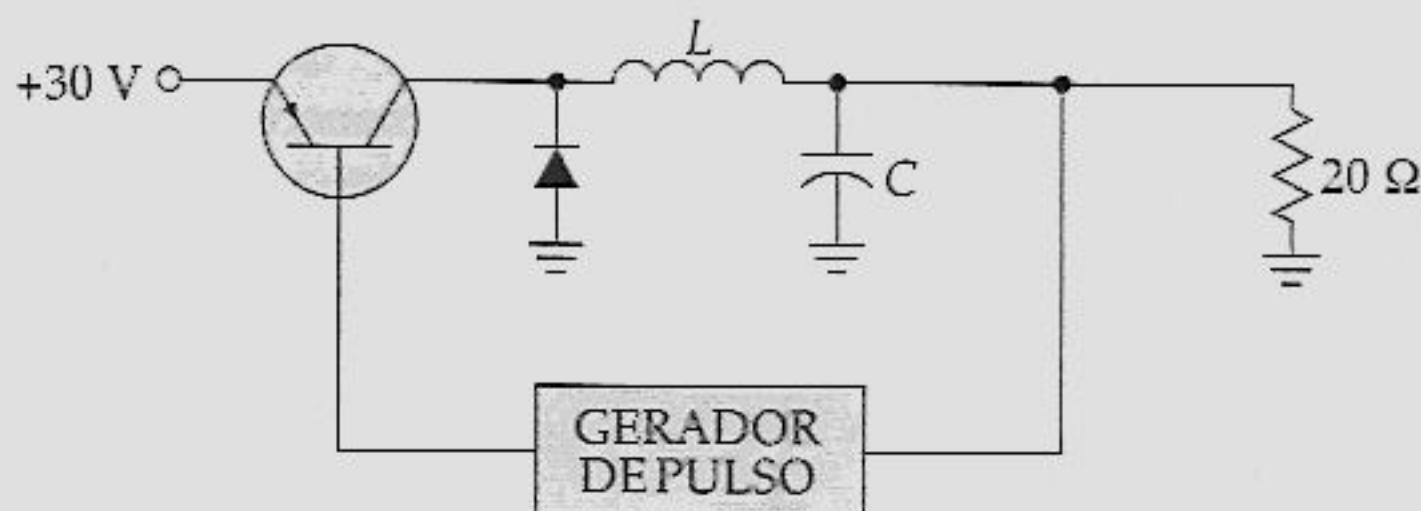

Figura 23.36
23.28 A Figura 23.36 mostra um regulador chaveado no qual o filtro LC é acionado pelo coletor em vez de pelo emissor. O transistor ainda funciona como uma chave e o circuito regula conforme descrito antes. Se a tensão de saída for de 15 V, qual a corrente contínua através do indutor? Se o ciclo de trabalho for de 25%, qual a corrente contínua através do diodo?